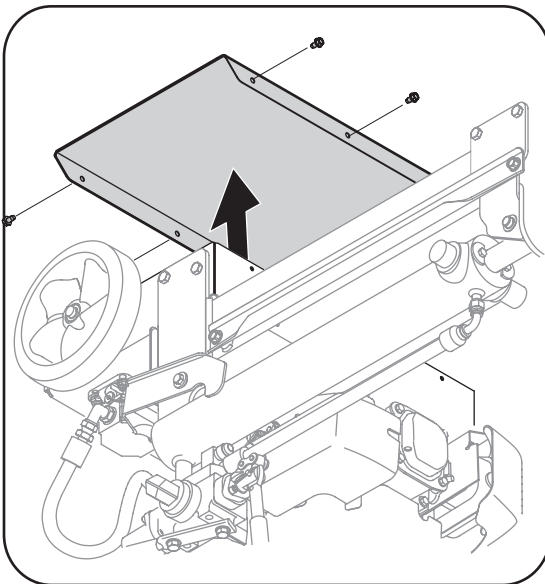

Figure 5-1
1. Placez la fendeuse en position de transport sur une surface plane, comme à la Figure 5-1.
4. Démontez la courroie en retirant les six vis autotaraudeuses qui la maintiennent sur le châssis. Voir la Figure 5-1.